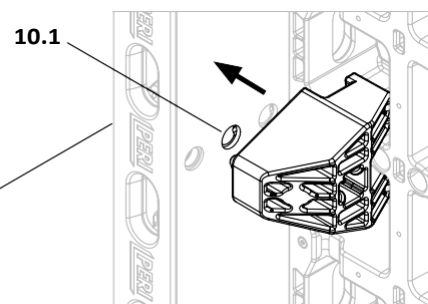

Fig. B5.15a
3. Вкарайте Ъгловия съединител DUO (23.1) в реброто на рамката на елемента. (Fig. B5.15a)